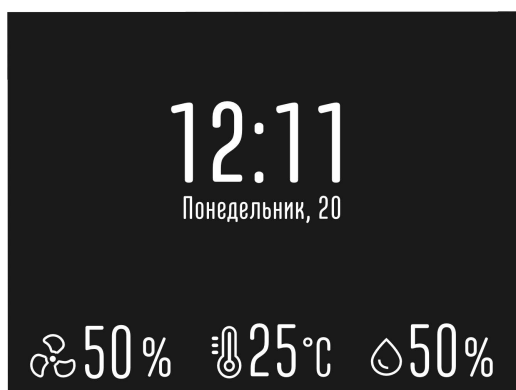
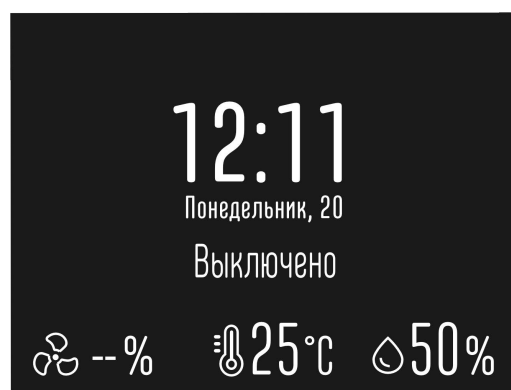

Рис. 9.1. Дежурный экран
Рис. 9.2. Дежурный экран "Выключено"
4. Включение/отключение функции "Дежурный экран" (Рис. 9.1). В этом режиме панель управления отображает значения даты и времени, а также показания встроенных в панель датчиков температуры и влажности, тем самым, заменяя комнатный термометр и гигрометр. Отображение скорости вентилятора также присутствует на экране (Рис 9.1). При выключении установки на дежурный экран выводится надпись "Выключено", встроенные датчики продолжают отображать текущую температуру и влажность в помещении (Рис. 9.2).